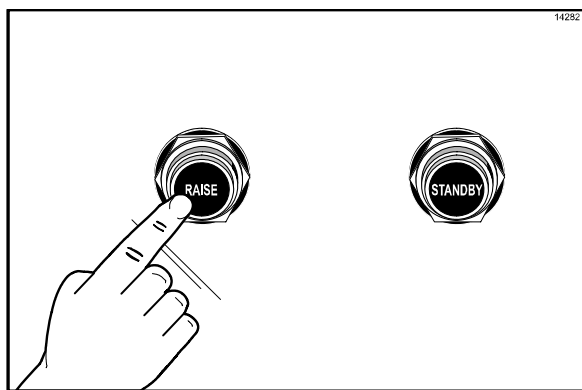

图 38
1. 按红色 RAISE 键，将上煎板升起到 OPEN 位置。（请见图 38）